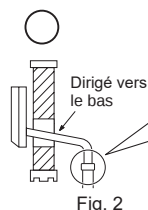

Fig. 2
- 5) Fixez le tuyau de conduit (pour la tuyauterie arrière) / le coude (pour la tuyauterie droite, gauche ou inférieure) sur la plaque de conduit à l'aide d'un contre-écrou. Le filetage du tuyau de conduit / du coude apparaissant à l'intérieur doit être inférieur à 3/8 in. (10 mm). (Fig. 1) A l'extérieur, le coude doit sortir de moins de 1-3/16 in. (30 mm). (Fig. 2)
- Retirez le tuyau de vidange du côté arrière gauche de l'unité interne. (Fig. 2)
- Le tuyau de vidange doit être dirigé vers le bas pour faciliter l'écoulement. (Fig. 2)